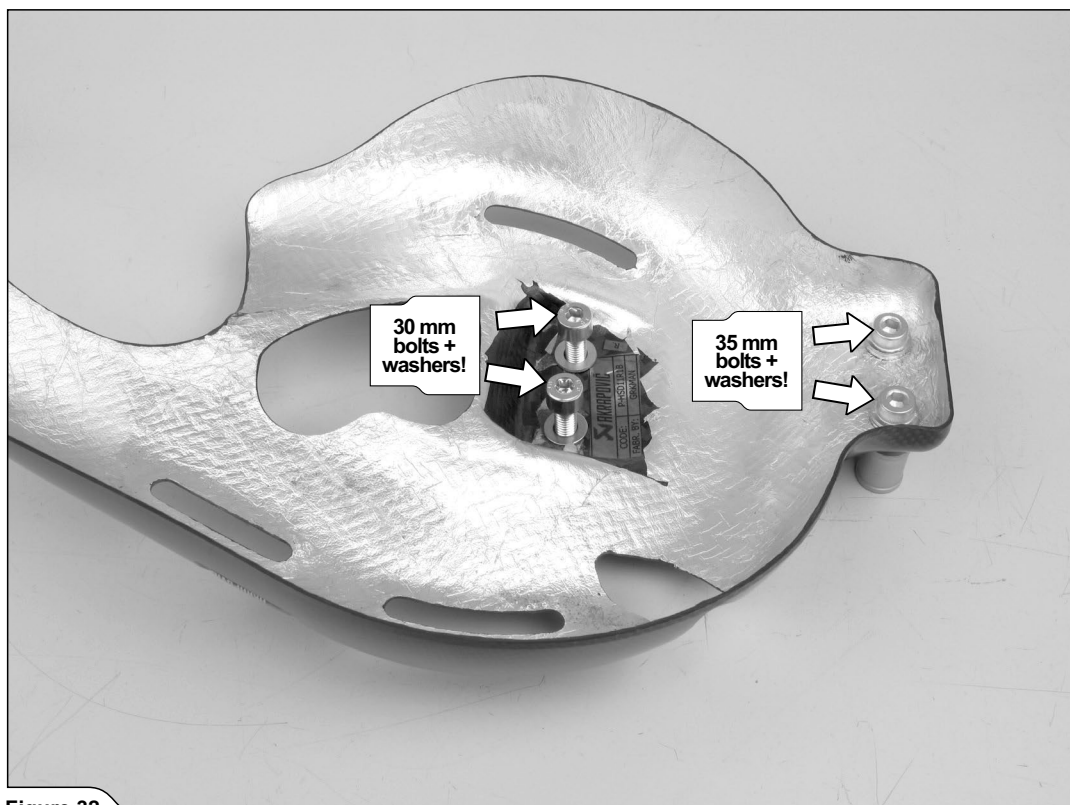

Figure 32
6. Solo per uso senza pedane passeggero: installare il paracalore sul telaio utilizzando distanziali, bulloni e rosette contenuti nel kit di installazione Akrapovič (Figure 32, 33, 34).
6. For use without passengers foot rests only: install the heat shield onto the sub-frame using spacers, bolts and washers from Akrapovič installation kit (Figure 32, 33, 34).